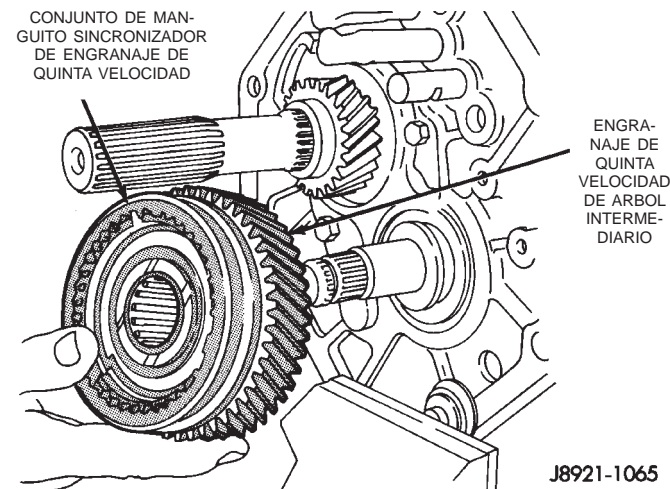

Fig. 98 Instalación de conjunto de engranaje del árbol intermediario de quinta velocidad
(29) Instale el conjunto de engranaje del árbol intermedio de quinta velocidad en el árbol intermedio (Fig. 98).